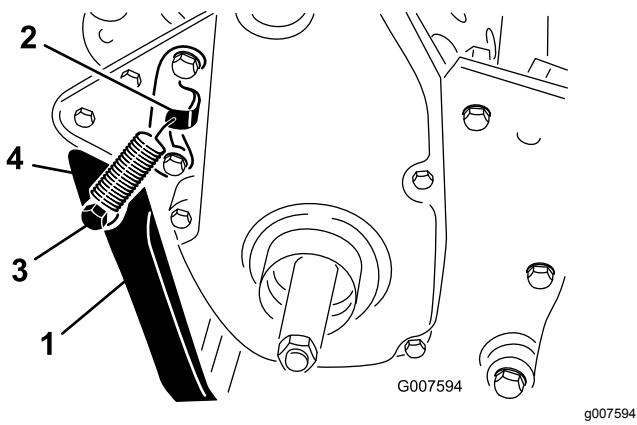

Figura 8
2. Agganciate la molla nel foro della staffa a molla e nel prigioniero a molla, allineando contemporaneamente il cavalletto con i fori di montaggio dell'intelaiatura posteriore (Figura 8).
3. Montate il cavalletto su ogni lato del telaio utilizzando il bullone, la rondella di bloccaggio, il distanziale, la rondella piana e il dado di bloccaggio (Figura 8).